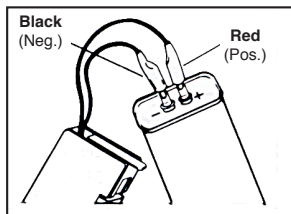

Fig. 2
3. Conecte las presillas de prueba al capacitor, fijándose en la polaridad si está verificando electrolíticos. (Fig. 2)